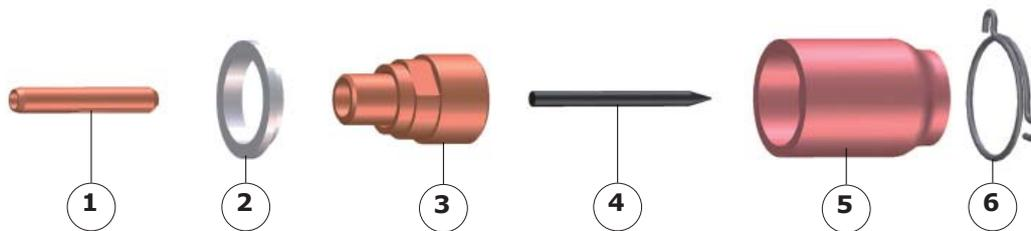

Abb. 5.5 - Gaslinsenmontage
- Elektrode (Abb. 5.5 - Pos. 4) in die Klemme (Abb. 5.5 - Pos. 1) einführen: die Elektrodenspitze befindet sich dabei an den Klemmschlitz.
- Einheit Klemme/Elektrode in der Gaslinse (Abb. 5.5 - Pos. 3) einmontieren.
- Gaslinse locker mit der Dichtung (Abb. 5.5 - Pos. 2) in den Brenner schrauben (dabei auf die Dichtungsrichtung achten).
- Zündungsring (Abb. 5.5 - Pos. 6) auf die Düse (Abb. 5.5 - Pos. 5) setzen.
Der Ring (Abb. 5.5 - Pos. 6) auf der Düse (Abb. 5.5 - Pos. 5) dient einer einfacheren Zündung. Seine Litze (ohne Abbildung) ist auf einem Metallstück an Masse angeschlossen. Keinesfalls darf dieser Ring mit dem Brenner in Verbindung stehen: Der Schweißstrom würde so durch die Litze hindurchfließen und sie zerstören.